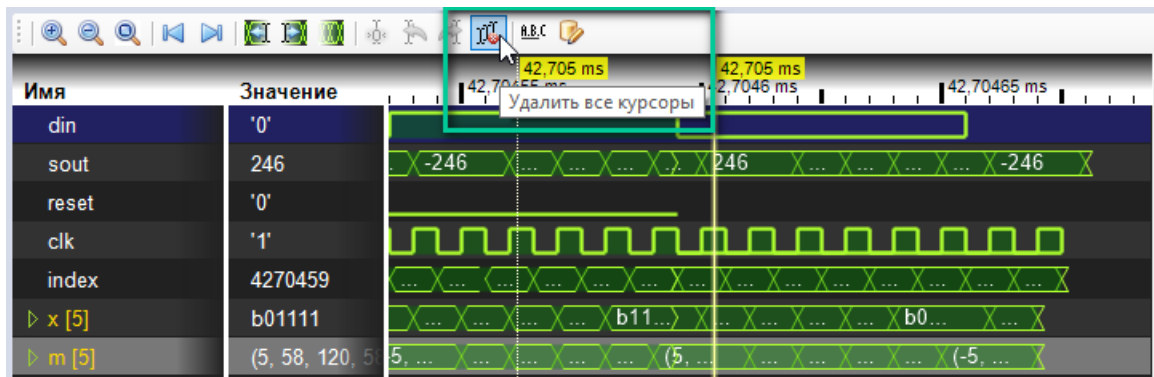

Рис. 36 Удаление курсоров
- Удаление курсора осциллографа. Курсор удаляется двойным кликом по нему, либо при помощи специальной кнопки, расположенной на панели инструментов окна осциллографа см Рис. 36.